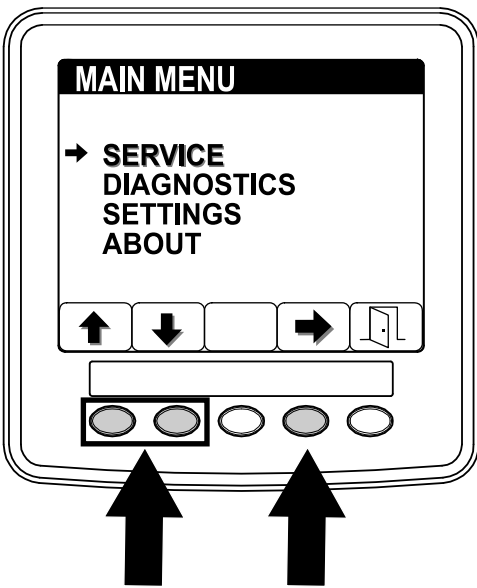

Figura 66
1. Desde el menú PRINCIPAL, pulse el botón 1 o 2 para desplazarse hasta la opción SERVICE (servicio) y pulse el botón 4 para seleccionar la entrada SERVICE (servicio) (Figura 66).